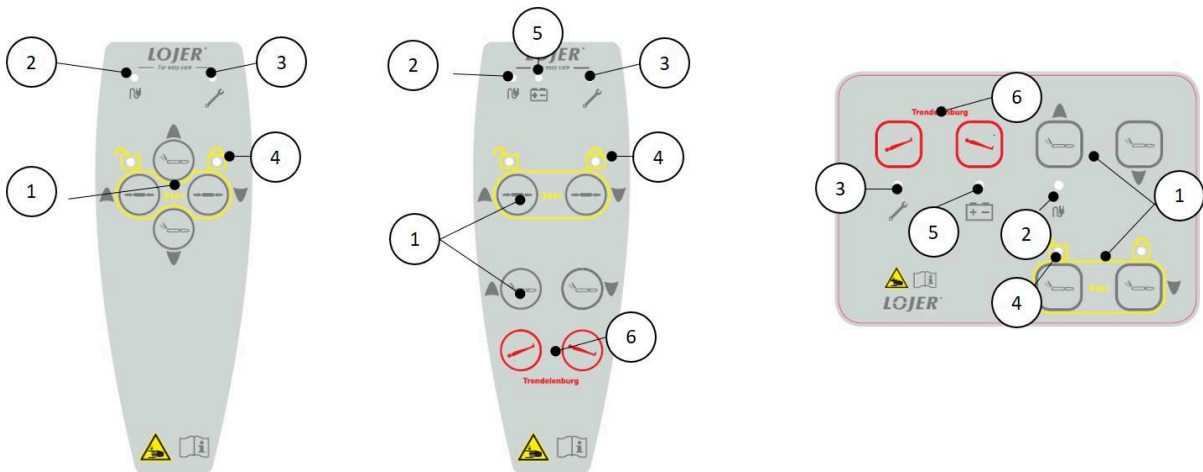

Abbildung 2.1: Handbedienung und ICP-Steuerung für 4020XB (ICP-Steuerung nur beim antimikrobiellen Modell)
Der Tisch kann mit einer Batterie ausgestattet werden (bei der Trendelenburg-Option ist die Batterie immer enthalten). Die Batterie darf nur vorübergehend verwendet werden, z.B. bei Stromausfall. Die Batterieanzeige (Abbildung 2.1 (5)) leuchtet, wenn das Gerät mit einer Batterie betrieben wird. Beim Aufladen blinken die Leds langsam (Abbildung 2.1 (2&5)). Das Gerät sollte an das Stromnetz angeschlossen sein, wenn die Batterieanzeige blinkt und während der Einstellungen ein Tonsignal zu hören ist.